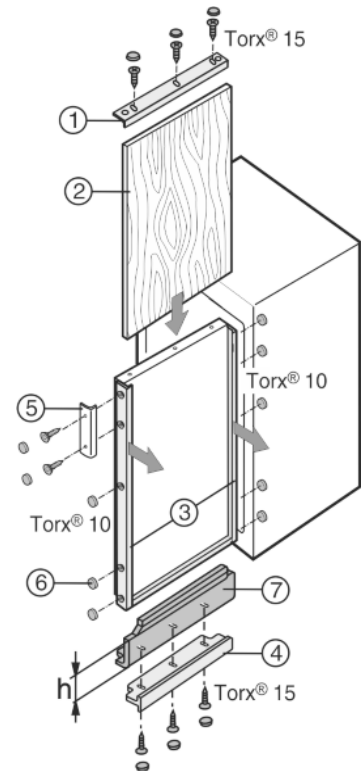

Fig. 7
Wenn bereits eine Dekorplatte vorhanden ist, diese aber in der Höhe zu klein ist, kann sie mit unterschiedlich hohen Ausgleichsblenden Fig. 7 (7) angepasst werden.
- Dekorrahmen Fig. 7 (1, 4) oben und unten abschrauben.
- An allen anderen Dekorrahmen Fig. 7 (3) die Schrauben nur lösen und die Dekorrahmen nach vorn schieben.
- Dekorplatte Fig. 7 (2) einschieben.
- Ausgleichsblenden Fig. 7 (7) unten oder oben aufsetzen.
- Dekorrahmen Fig. 7 (1, 4) darüber setzen und festschrauben.
- Dekorrahmen Fig. 7 (3) zurückschieben und festschrauben.
- Griff Fig. 7 (5) anschrauben.
- Auf alle Schraubenköpfe die Abdeckkappen Fig. 7 (6) aufrasten.